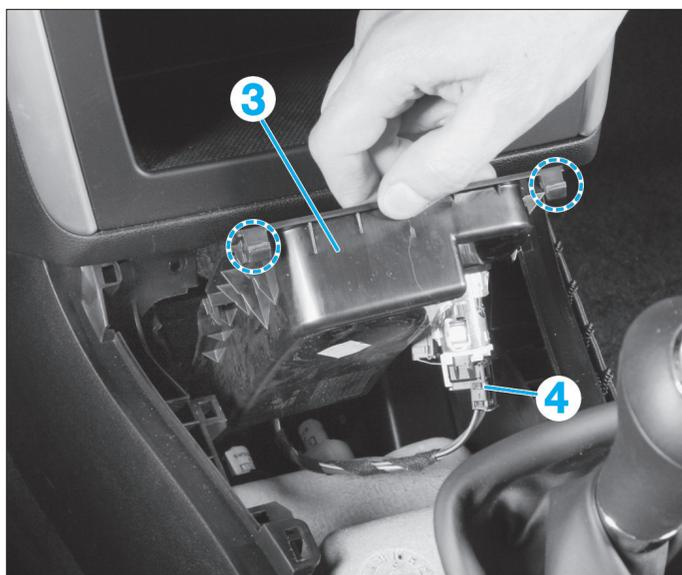

FIG. 12
- Dégrafer l'enjoliveur (2) et le déposer en le tirant vers l'arrière.
- Après avoir dégagé ses deux fixations, soulever le cendrier (3) puis débrancher le connecteur (4) de l'allume cigare (Fig.12).